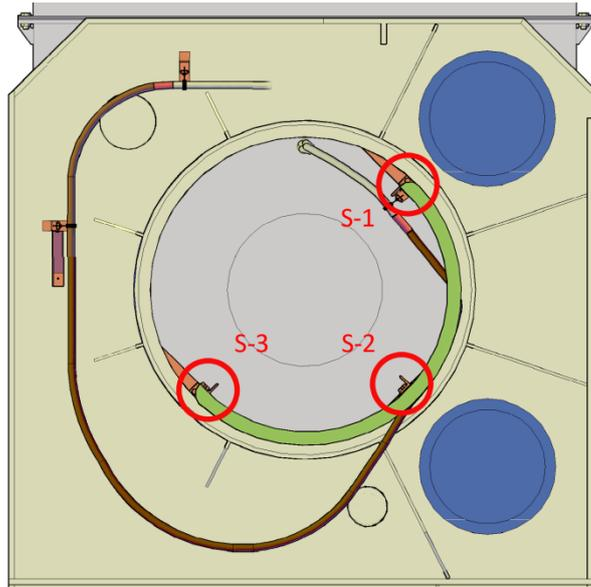
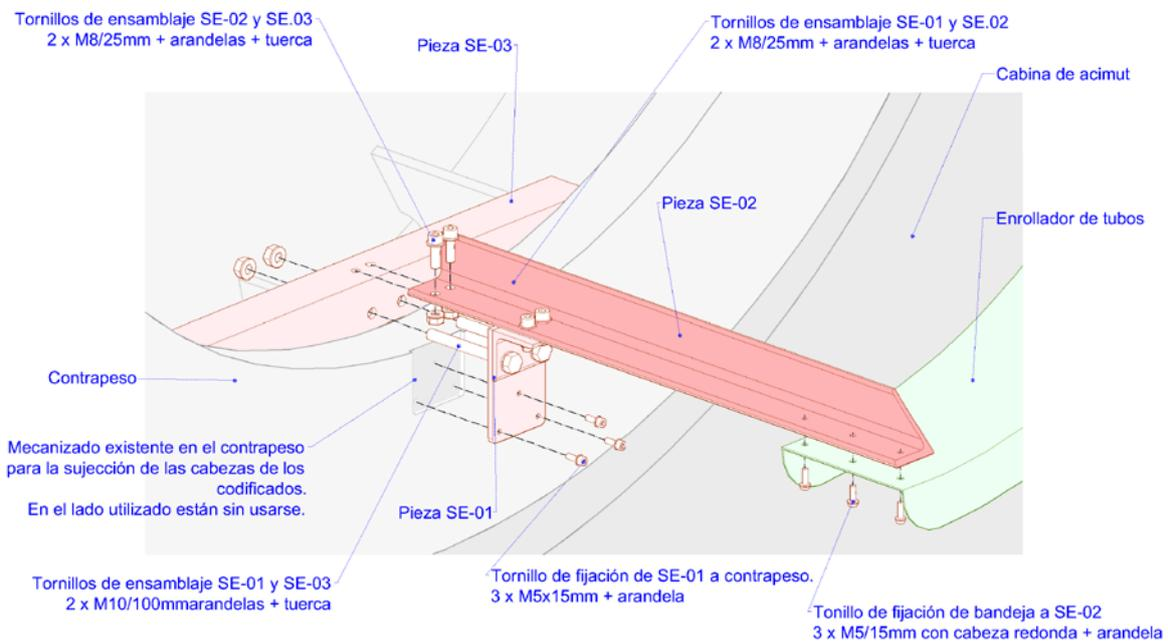

Figura 6. Soportes del enrollador.
Figura 7. Montaje de soporte del enrollador.
El enrollador va sujeto mediante tres soportes fabricados según el plano CDT-RAEGE-02-001 (página 35). La Figura 6 muestra la disposición de los soportes, y la Figura 7 el montaje del soporte en el contrapeso y la fijación del enrollador a éste.
2. Se monta la pieza SE-02 sobre la SE-01 sin apretar los tornillos. La pieza con los taladros para el enrollador repasados a 7 mm de diámetro se debe colocar en la posición S-1 (ver Figura 6).